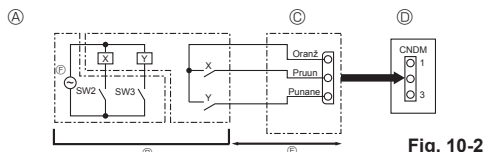

Fig. 10-2
10.2. Nõudefunktsioon (kohapealne modifikatsioon) (Fig. 10-2)